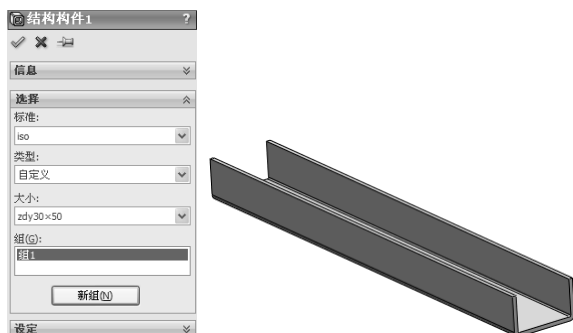

图 6-126 创建结构构件
STEP 6 单击“焊件”工具条中的“结构构件”按钮，打开“结构构件”属性管理器，选择 **STEP 5** 绘制的草绘路径，再依次选择“iso”“自定义”和“zdj30×50”选项，单击“确定”按钮，即可使用自定义的轮廓绘制结构构件，如图 6-126 所示。